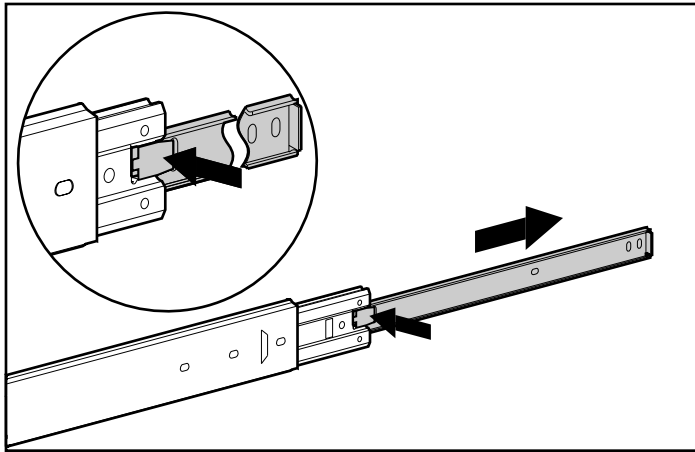

Figure 3-3 : Retrait du rail de composant du rail de fixation
2. Faites sortir le rail de composant se trouvant dans le rail de fixation jusqu'à ce que le loquet de dégagement de ce dernier s'enclenche. Tout en maintenant le loquet enfoncé, faites glisser le rail de composant hors de chaque rail de fixation, comme décrit à la figure 3-3.